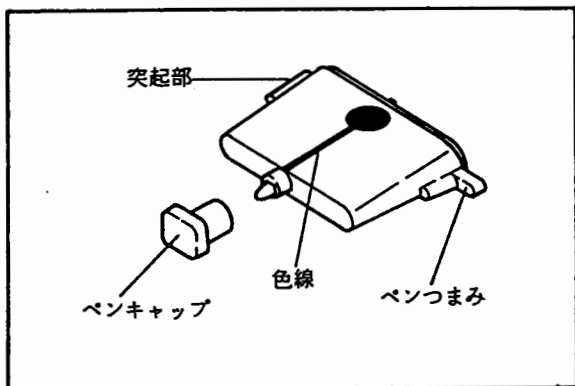

図3.2
- (1) フェルトペンはプラスチック製で図3.2のようにインク色の線が入っています。1ペンのときは赤、2ペンのときはY1赤、Y2緑となります。